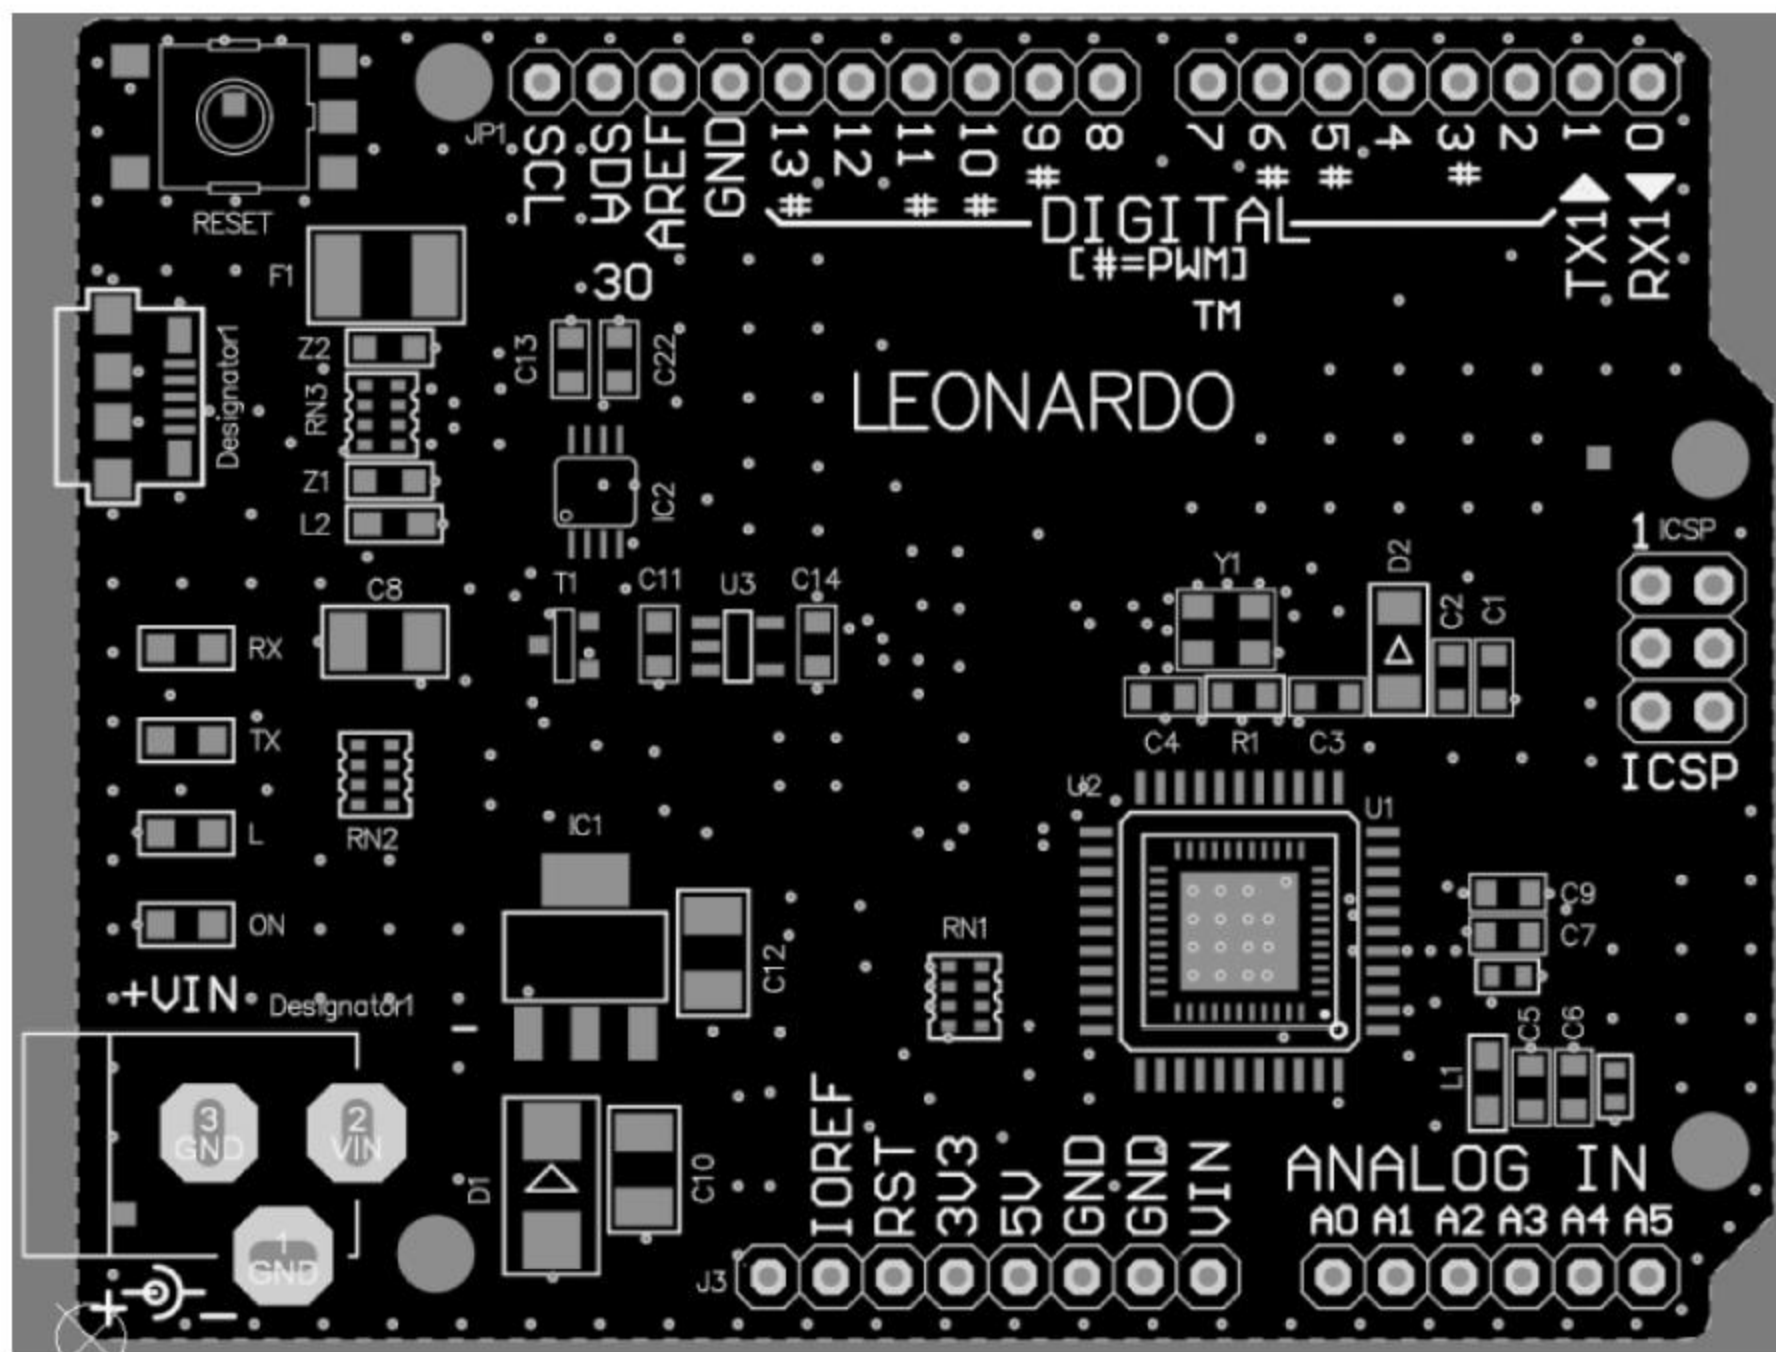

图 6-23 位号调整后的效果
(3) 按要求进行位号方向的调整,效果如图 6-23 所示。